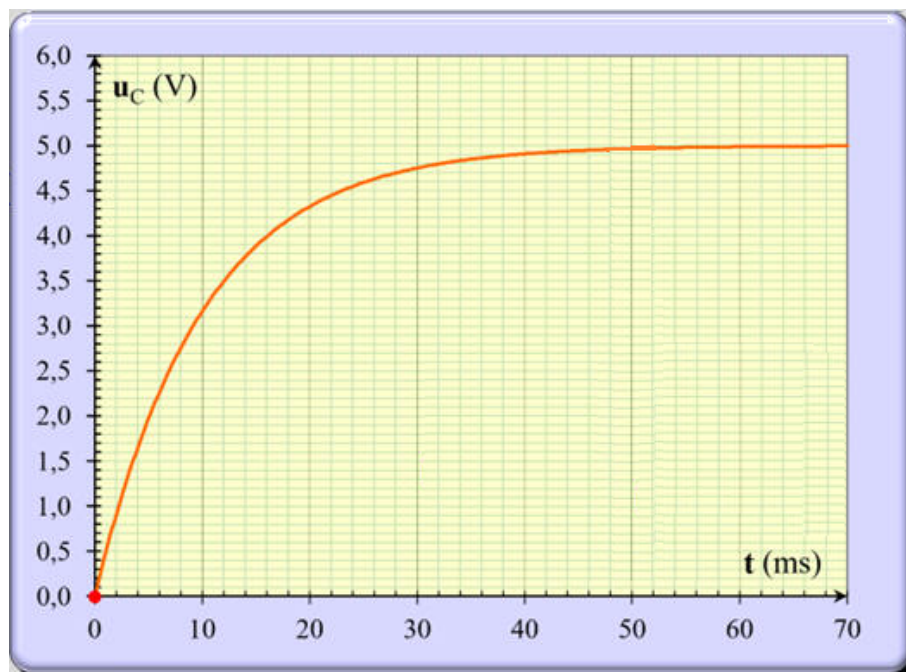

FIGURE 3 – Exemple d'oscillogramme observé sur l'écran de l'oscilloscope pendant la charge du condensateur
1. Sur l'oscillogramme de la figure 3, identifier le régime transitoire et le régime permanent.
Aux temps courts, le condensateur n'est pas encore très chargé, donc $u_C(t) \simeq 0$, tandis que les variations de tension sont plutôt rapides, comme le montre la figure 3. Il existe donc un intervalle de temps pendant lequel $\frac{u_C}{\tau} \ll \frac{du_C}{dt}$.